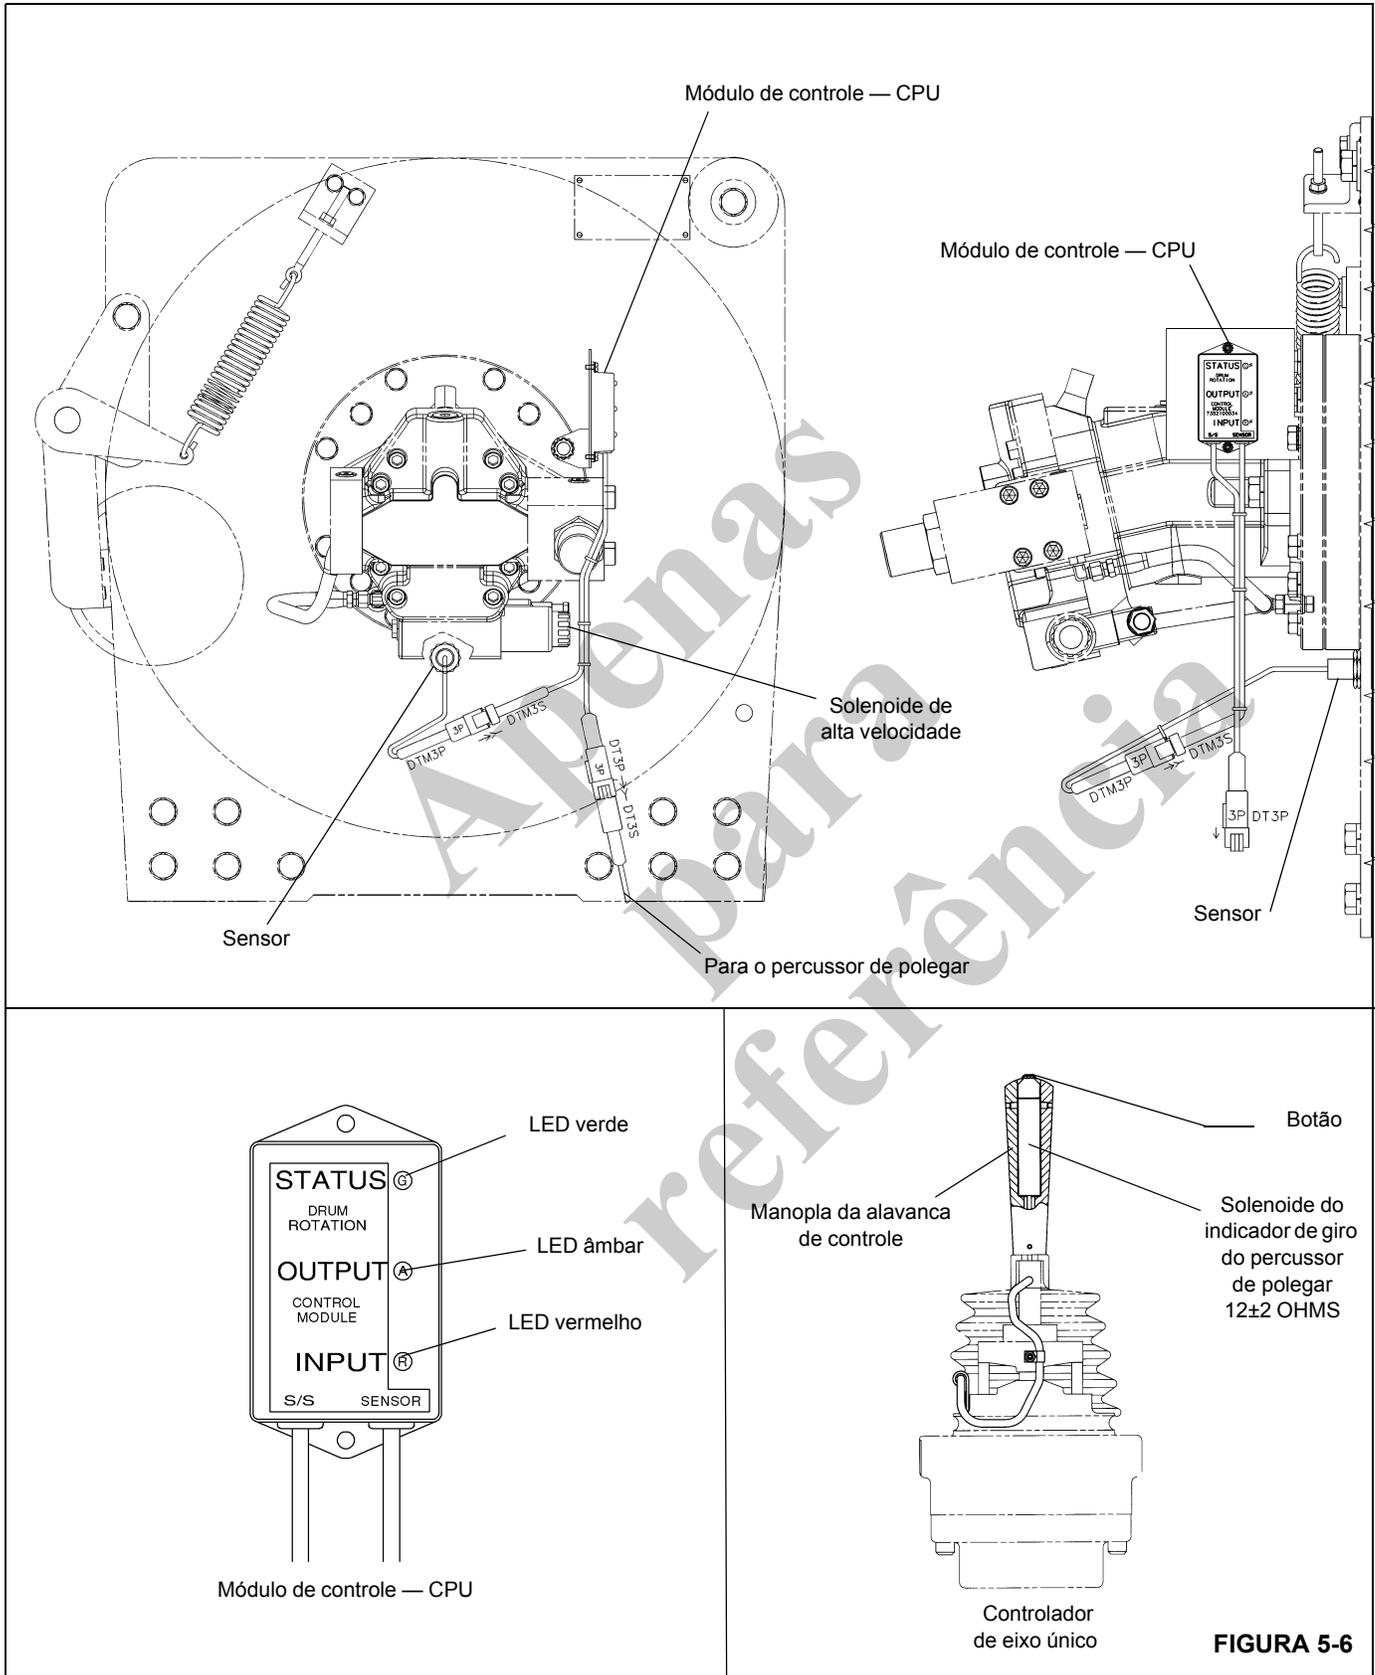

FIGURA 5-6
O sistema indicador de giro consiste em três componentes elétricos separados: um sensor indicador de giro, um módulo de controle do indicador de giro do tambor (CPU) e um solenoide percussor do polegar. O sensor de giro e o módulo de controle (CPU) localizam-se no guincho. O solenoide percussor do polegar localiza-se na manopla da alavanca de controle do guincho aplicável (Figura 5-6).
O sensor de giro é aparafusado na extremidade do suporte do guincho que fixa o motor hidráulico (Figura 5-5) (Figura 5-6). Ele detecta o giro do tambor. Ao instalar o sensor, verifique se a extremidade de detecção está a 31 mm (1.21 pol.) da primeira contraporca. (Esse é o comprimento do sensor de sua extremidade de detecção até a superfície externa da extremidade do suporte do guincho). Se o sensor não funcionar corretamente, afrouxe ambas as contraporcas e gire o sensor no sentido anti-horário em até uma volta e aperte novamente as contraporcas para manter a posição do sensor. Se o sensor ainda não funcionar corretamente, verifique se sua extremidade de detecção está a 31 mm (1.21 pol.) da primeira contraporca. Em seguida, gire o sensor no sentido horário em até uma volta e reaperte as contraporcas para manter a posição do sensor.
5. Remova toda a folga das correntes de elevação (Figura 5-6) e eleve o contrapeso apenas o suficiente para retirar a pressão nos conjuntos de pinos direito e esquerdo do contrapeso.